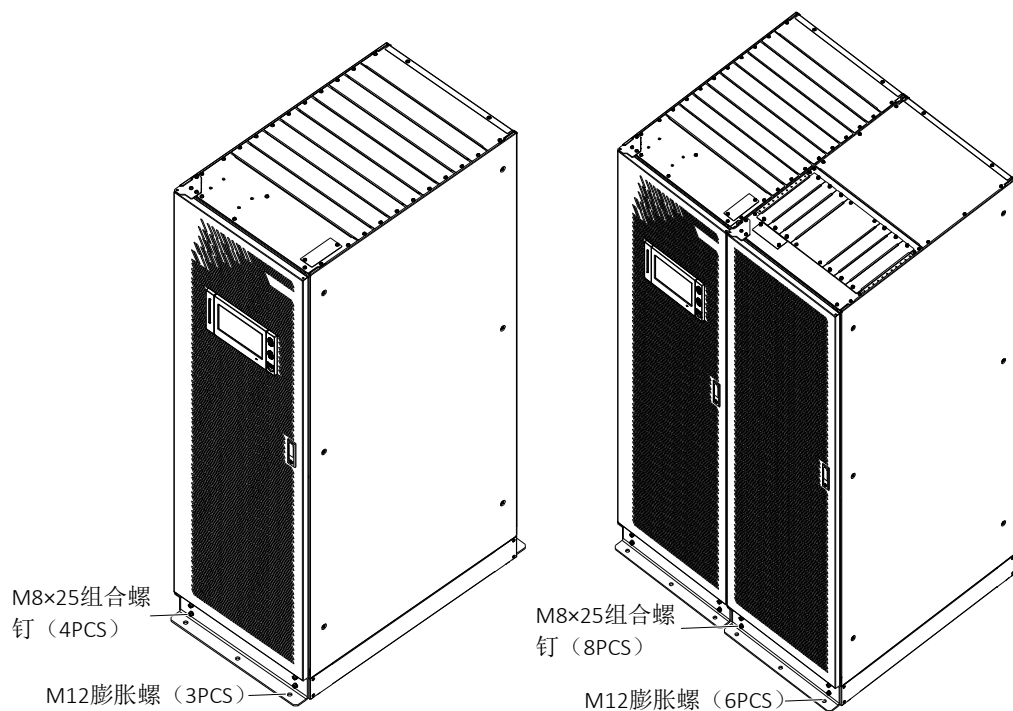

图 8-2 地震选件安装示意图 (正面安装)
- 用 M8×25 组合螺钉将地震选件安装在机柜正面底部的相应安装孔中，然后用 M12 膨胀螺栓将地震选件固定在地板上，如图 8-2 所示。